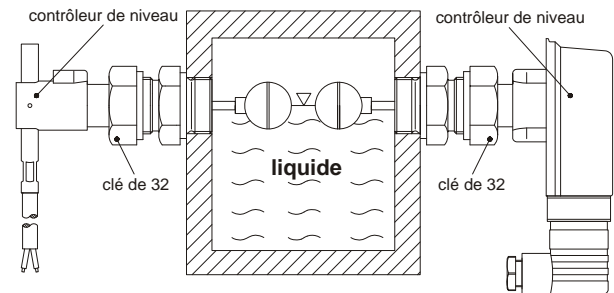

Fig. 3
- Monter le contrôleur de niveau selon la fig. 3.